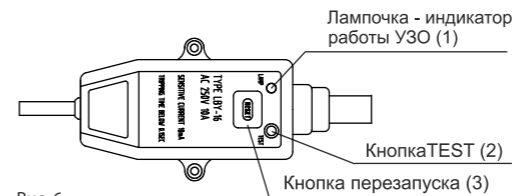

Рис. 6
**УЗО (устройство защитного отключения) (рис. 6)\***
1. Подключите сетевой шнур к сети, индикатор (1) загорится.
2. Для тестирования нажмите кнопку (2), напряжение перестанет подаваться, индикатор (1) погаснет и кнопка перезапуска (3) поднимется вверх.
3. Для перезапуска нажмите кнопку (3), напряжение опять начнет подаваться и индикатор (1) загорится.